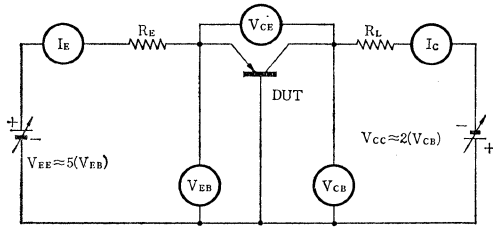

図6 順方向バイアス ASO 測定回路
(1) 図6. は印加パルス時間が比較的に長い場合や、直流に近い場合の順方向バイアス ASO を求める測定回路です。エミッタ・ベース間を順方向にバイアスし、規定の温度（ケース温度あるいは周囲温度）のもとで規定の V_{CE} , I_C を加えて動作させます。このときの I_C の変動が $\pm 10\%$ 以上あるいは規定された終止値を越えるまでの動作時間を測定します。この測定を繰り返し、多くの I_C - V_{CE} 点で動作時間を求め、 I_C - V_{CE} 上のカーブに動作時間をパラメータとしたグラフを描けば、ASO の軌跡が求まります。当社にて発表しているASOは大部分この方法により求めたものです。